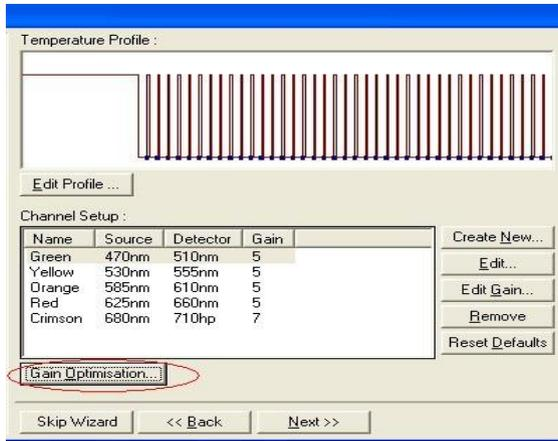
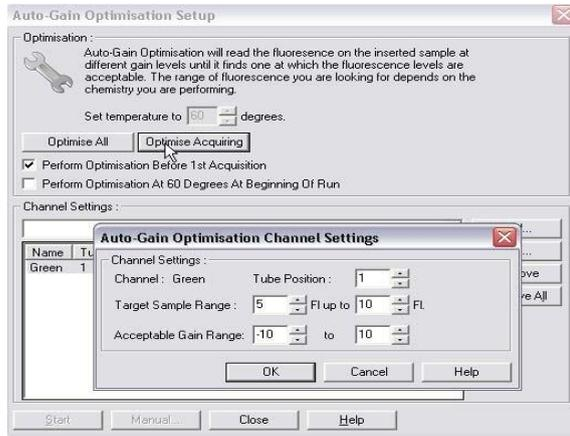
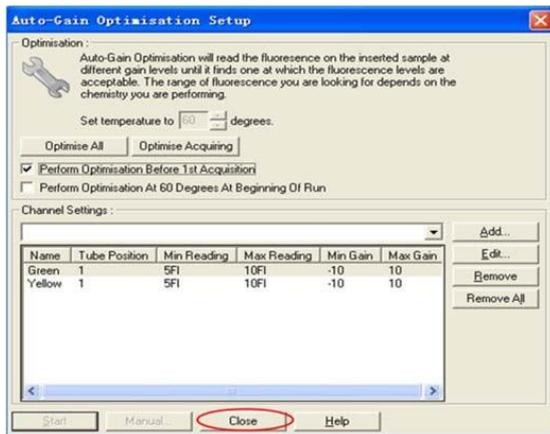

Figura 1
Figura 2
Figura 3
- Antes de la operación, configure el programa de PCR siguiendo los siguientes pasos: ①seleccione “Gain Optimization”, se abrirá la ventana “Auto Gain Optimization Setup” (ver Figura 1); ②Haga clic en “Perform Calibration Before 1st Acquisition” y “Optimize Acquiring” (ver Figura 2). ③Haga clic en " OK ", luego haga clic en " Close" para continuar (ver Figura 3).